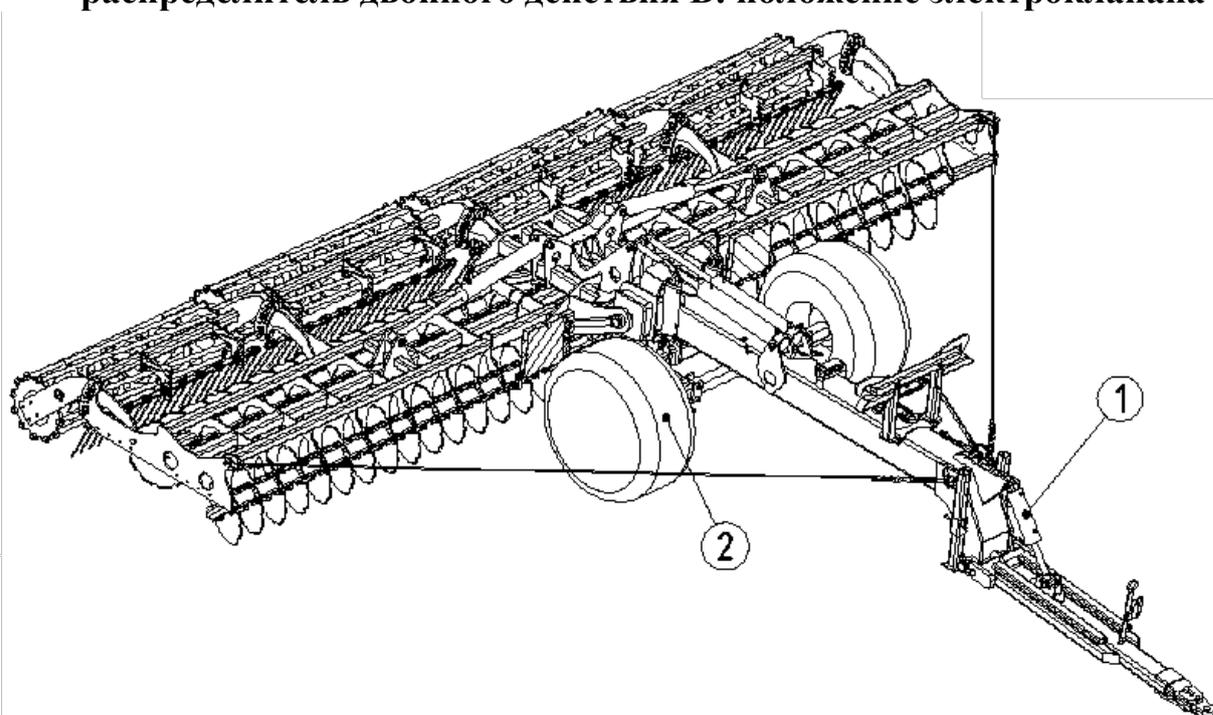

Рисунок 5. Схема регулировки рамы.
- Приподнять опорные колеса (2) (рис. 5) –